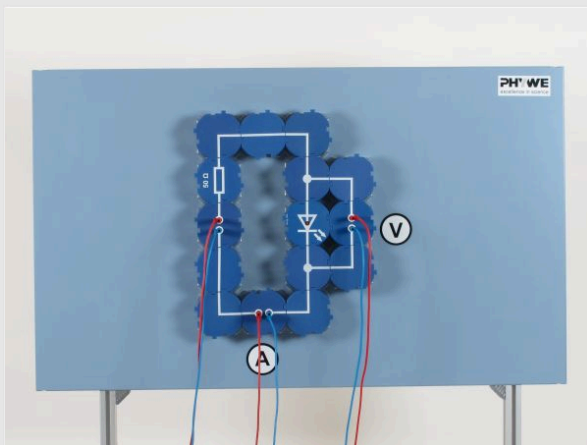

Figura 1
- Preparar el experimento según la figura 1.